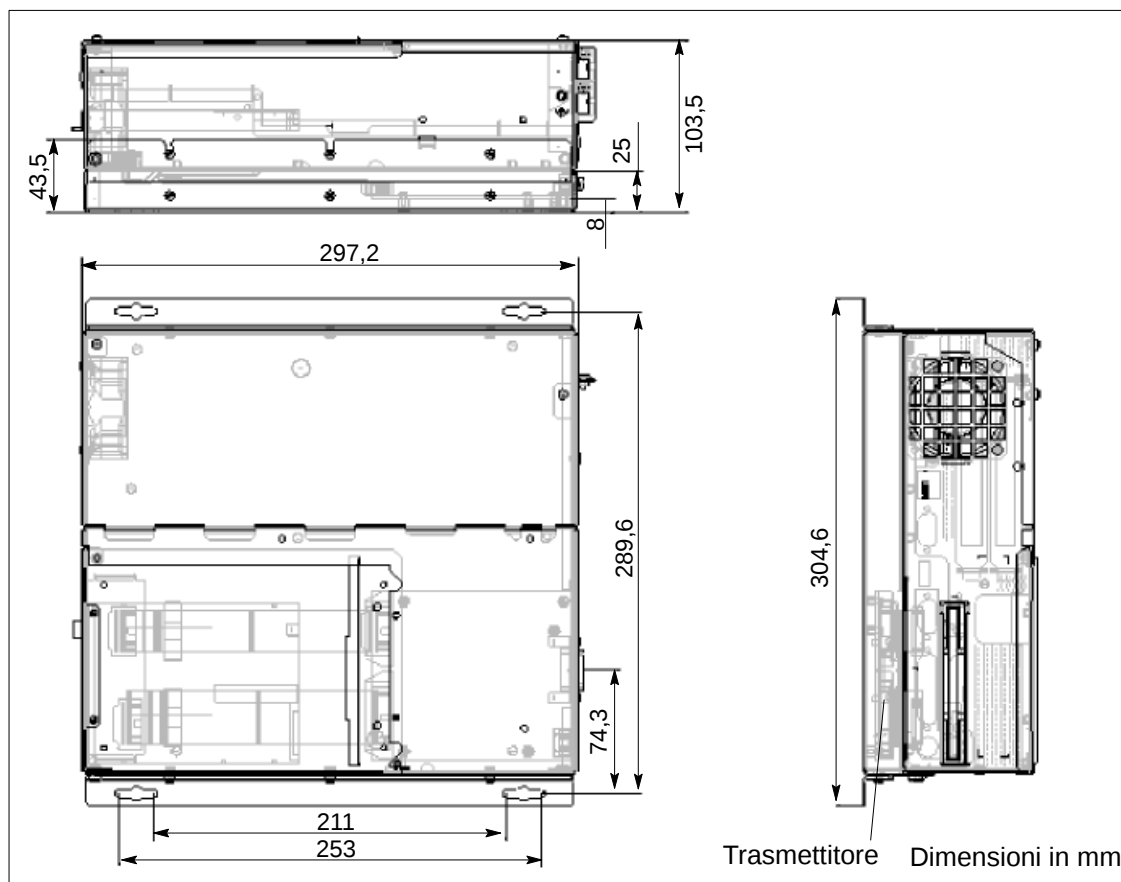

Figura 7-2 Dimensioni dell'unità di calcolo PC 670 nel montaggio decentrato incluso trasmettitore
La figura 7-2 mostra le dimensioni dell'unità di calcolo PC 670 con trasmettitore.
- le dimensioni: esse sono riportate in figura 7-2.